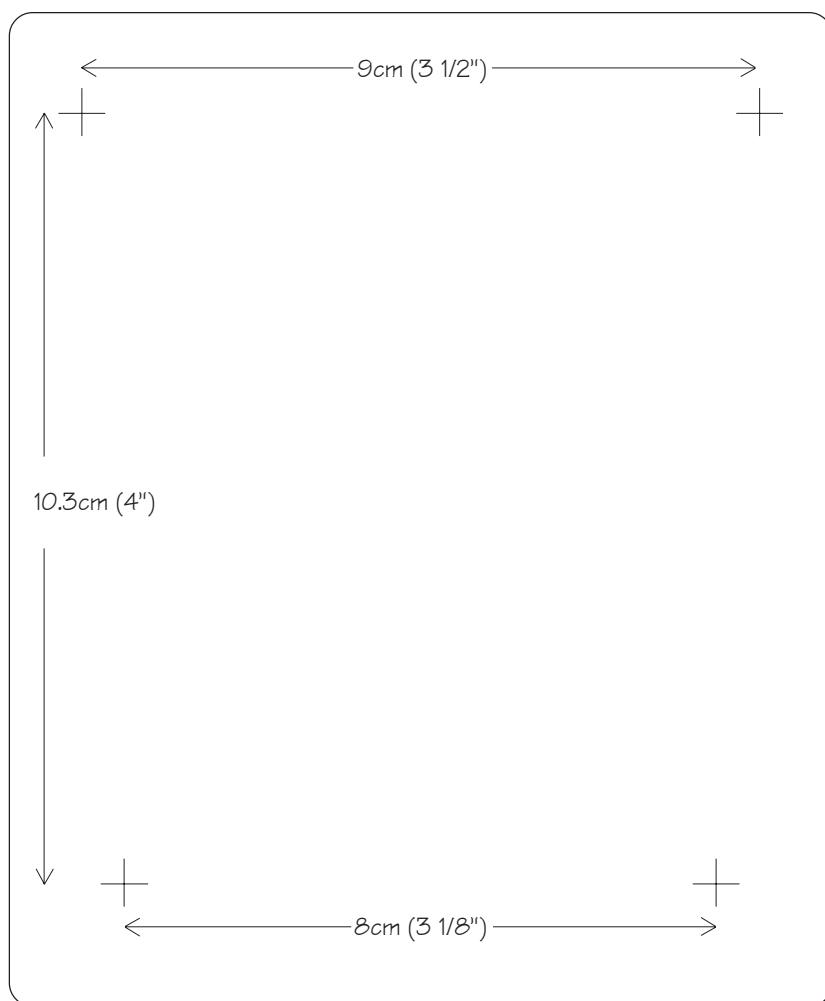

Рис. 5-14 Плита для настенного монтажа панели индикации PowerView
2. Используйте шаблон на рис. 5-14 для установки четырех больших винтов на чистой сухой поверхности стены.